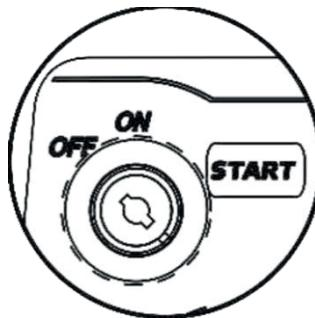

Рисунок 6. Замок запалювання
3. Вставте ключ у замок запалювання й поверніть у положення «Пуск» («START») (див. рис. 6). Тримайте ключ у цьому положенні доти, поки двигун не заведеться, після чого відпустіть ключ запалювання. Щоб уникнути виходу з ладу генераторної установки, не треба тримати ключ у положенні «Пуск» понад 5–6 сек.